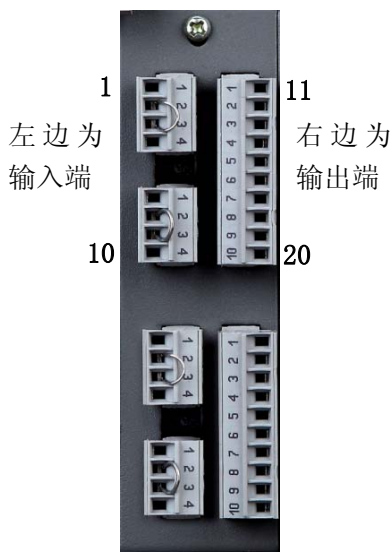

图 1.4.4
- ◆ 如图 1.4.4 所示,为四个十芯插槽,其中左边（1-10 脚）为输入端,右边（11-20 脚）为输出端；
- ◆ 将连接好的十芯插座,插入图 1.4.4 所示的十芯插槽中，注意：插时要注意方向；